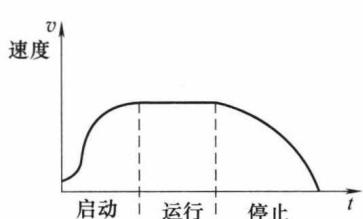
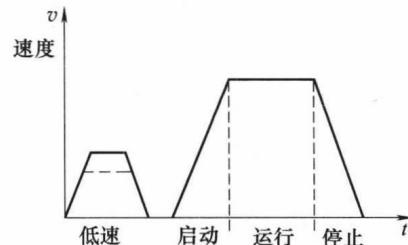

图 1-5 平滑加速及平滑减速的特性曲线
图 1-6 低速制动特性曲线
⑤ 平滑加速及平滑减速功能。通过单片机分析电动机变量的状态并发出控制命令，可对类似离心泵负载的启动及停止平滑地加速及减速，来减小系统中出现的喘振。启动时间可在2~30s之间调整，停止时间可在2~120s之间调整。平滑加速和平滑减速的特性曲线如图1-5所示。
⑥ 旁路切换功能。当启动结束、电动机达到额定转速时，软启动器输出切换信号，将电动机旁路切换至电网供电，以降低软启动器长期运行的热损耗。可以采用一台软启动器分别控制多台电动机的启动。
⑦ 软停止功能。软启动器在接到软停机的指令后，自动执行软停止程序，输出电压从额定值线性降至启动时的初始值。软停止斜坡时间可单独设定，一般在0~240s内。
⑧ 快速停止功能。该功能用在比自由停车快的场合。制动在设有附加的接触器或附加电源设备的情况下完成。制动电流的大小可在满载电流的150%~400%之间调整。
⑨ 低速制动功能。该功能主要用于电动机需正向低速定位停车和需要制动控制停车的场合。慢速调制速度为额定速度的7%（低）或额定速度的15%（高）；低速加速电流，当加速时间为2s时，可在50%~400%之间调整；制动电流可在150%~400%之间调整；低速电流限制可在满载电流的50%~450%之间调整；不能采用突跳启动。低速制动特性曲线如图1-6所示。
⑩ 电流限制功能。最大软启动电流可以设置。若启动电流超过该设定值，电动机电压